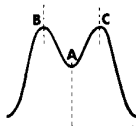

fig. 26
- B) Frekvensgång i primärspolen utan kortsluten sekundärspole. Omkopplaren ska åter stå åt vänster, men tryckkontakten får inte vara nedtryckt. Om du nu vrider på den stora skalratten D till vänster, så ökar lampans ljusstyrka till en viss punkt (B), avtar sedan (A) och når ännu ett maximalt värde (C). Detta visas grafiskt i fig 26.